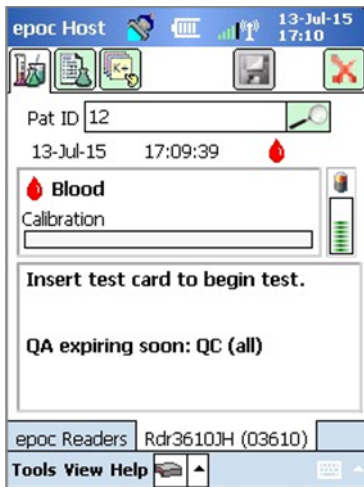

Figure 53
- La **période d'avertissement** précède l'expiration du programme. Au cours de cette période, le système epoc Host affichera un rappel indiquant que le programme arrivera bientôt à expiration (Figure 53).